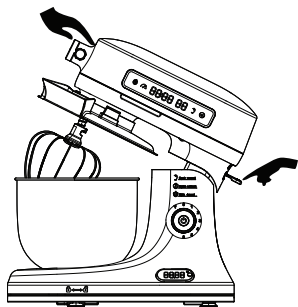

Abbildung 3
2. Heben Sie den Oberkörper an, stellen Sie den Behälter auf den Boden und drehen Sie ihn im Uhrzeigersinn, um ihn zu sichern (Für spezifische Bedienung siehe Installationsanweisungen in Abbildung 3)
3. Platzieren Sie den Ballonschläger am Zubehöranschluss (Für spezifische Bedienung siehe Installationsanweisungen in Abbildung 3)
8-Drücken Sie wie in Abbildung 3 die Öffnungstaste des Oberkörpers und heben Sie den Oberkörper an.